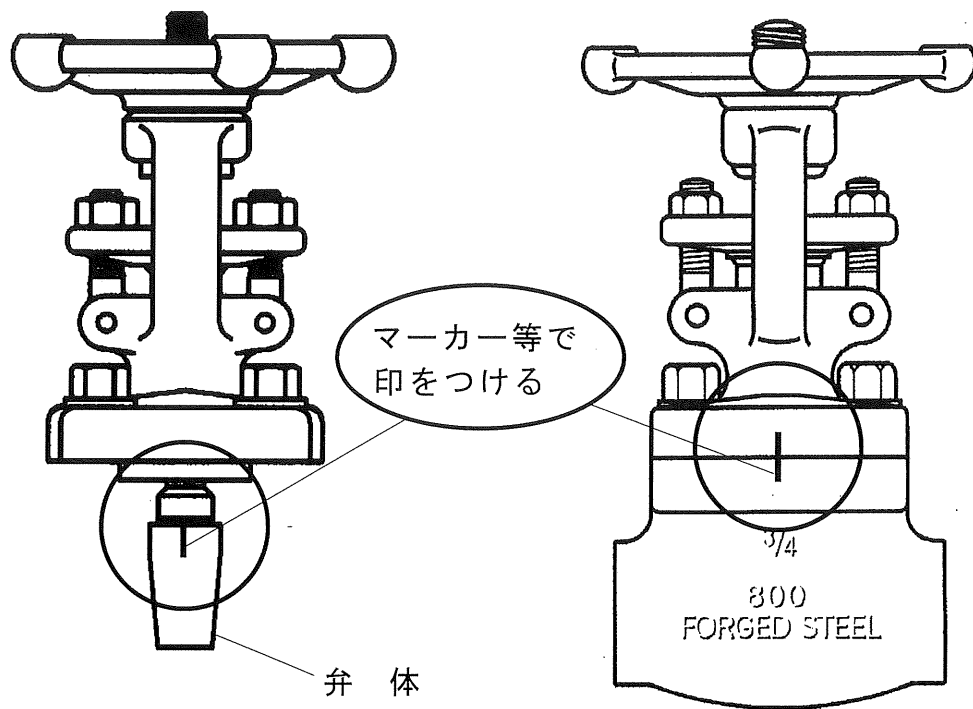

図 6.1 “合マーク”の仕方の例
- ふたボルトを緩めるまえに弁箱とふたをまたいでマーカ一等で図 6.1に示すとおり“合マーク”の印をしてください。組立てするとき、“合マーク”に合わせます。
- ① 全閉状態にあるバルブは、ハンドル車を反時計廻りに廻し、バルブを中間開度の状態にしてください。全閉状態にある仕切弁は、弁体とシートリングのシート面が完全に密着していますから、この状態では、以降の分解を難しくしますので、組立てたままの状態ですシート面が離れる状態までバルブを開くことにより分解しやすくなります。
- ② そのままの状態ですふたボルトを1本ずつ対角線上に取り外してください。もし、残圧がある場合は、この時点でシューという音と共に漏れがあります。この場合は、シューという音が消えるまで、一時放置して残圧が無くなるのを確認し、作業の安全を確保してから作業してください。
- ③ ふたフランジ部を軽打し、弁箱から弁体、弁棒及びふたを組立てた状態です取外し、ガスケットだけの交換の場合は、この状態ですガスケットを弁箱から取り出し、新品と換えることができます。
- ④ 弁棒より弁体を取り外す場合は、シート面に傷がつかないように注意してください。仕切弁の弁体は、再組立のための図 6.1に示すとおり“合マーク”を印して入方向が判るようすしておくことにより当たりの出ているシート面が合致して漏れを防止します。
- ① 全閉状態にあるバルブは、ハンドル車を反時計廻りに廻し、バルブを中間開度の状態にしてください。
- ② そのままの状態ですたボルトを1本ずつ対角線上に取り外してください。もし、残圧がある場合は、この時点でシューという音と共に漏れがあります。この場合は、シューという音が消えるまで、一時放置して残圧が無くなるのを確認し、作業の安全を確保してから作業してください。
- ③ ぶたフランジ部を軽打し、弁箱から弁体、弁棒及びぶたを組立てたままの状態を取外し、ガスケットだけの交換の場合は、この状態でガスケットを弁箱から取り出し、新品と換えることができます。
- ④ 弁棒より弁体を取り外します。
- ⑤ 弁棒の底部をホルダー（万力等）で支えます。
- ⑥ ハンドル押え用ナット、ワッシャーを取り外します。
- ⑦ ハンドル車を取り外します。
- ⑧ グランドボルトナットを両方とも取り外し、グランドフランジを上方に当ててルーズにします。
- ⑨ そのままの状態ですたを反時計廻りに廻しながら上方に引き抜きます。
- 弁箱、ふたボルトを緩めるまえに弁箱とふたをまたいでマーカ一等で図 6.1に示すとおり“合マーク”の印をしてください。組立てするとき、“合マーク”に合わせます。
- ① そのままの状態ですたボルトを1本ずつ対角線上に取り外してください。もし、残圧がある場合は、この時点でシューという音と共に漏れがあります。この場合は、シューという音が消えるまで、一時放置して残圧が無くなるのを確認し、作業の安全を確保してから作業してください。
- ② ふたを取り外してください。この状態でガスケットを交換することができます。
- ③ 弁箱より弁体を取り出します。